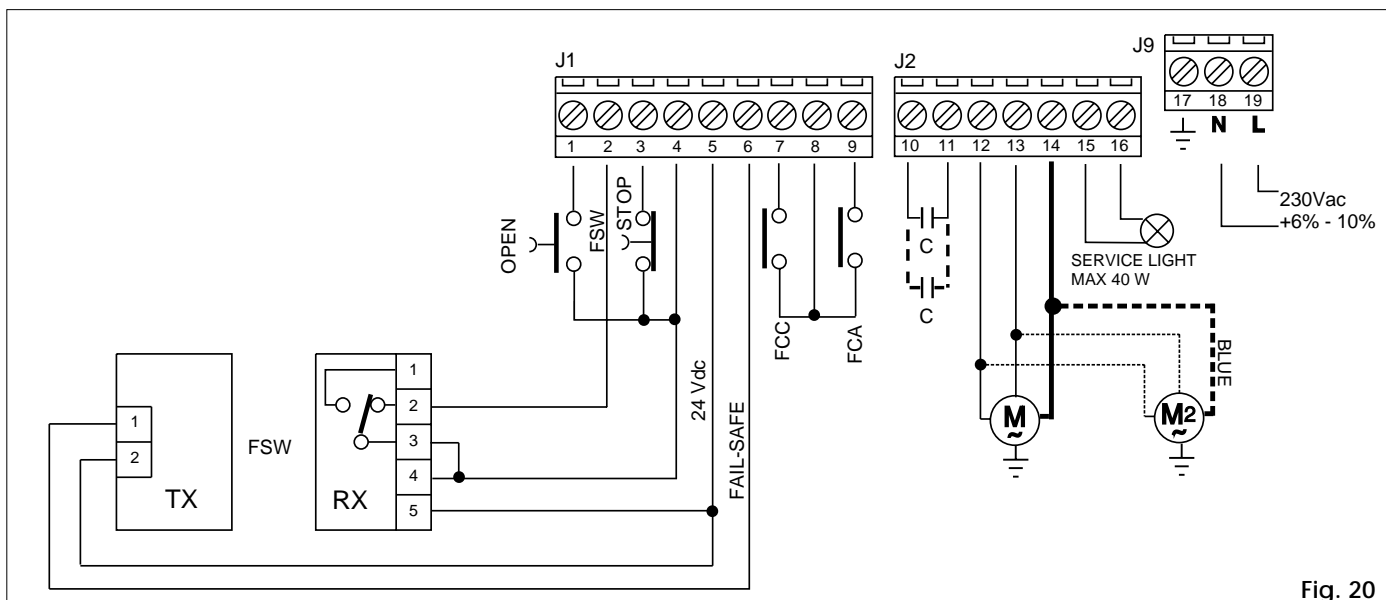

Fig. 20
Pour portes basculantes de 3,50 m à 5 mètres de largeur, il faut utiliser un opérateur 595 I (intégré) et un opérateur 595 S (esclave). La hauteur maximum admissible est de 3 mètres. Le critère d'installation (fig. 9) est semblable à celui adopté pour l'installation d'un seul opérateur. Après la pose, effectuer les branchements électriques comme indiqué fig. 20.
- 5) Vérifier que l'impulsion de "OUVERTURE" sur l'entrée (fig.20) provoque bien l'ouverture de la porte.